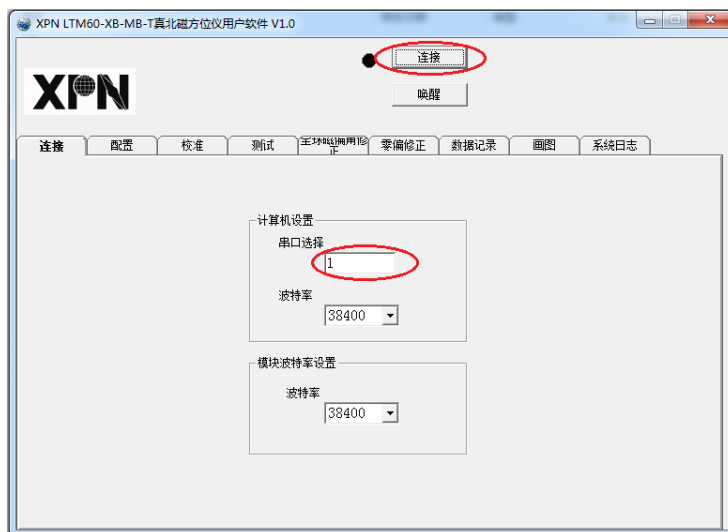

图 4-2-1
- (1) 供电（5V），磁方位仪红灯闪烁。
- (2) 连接磁方位仪和计算机串口。
- (3) 运行“LTM60_XB_MB_T 真北磁方位仪用户软件.exe”软件，界面如图 4-2-1。